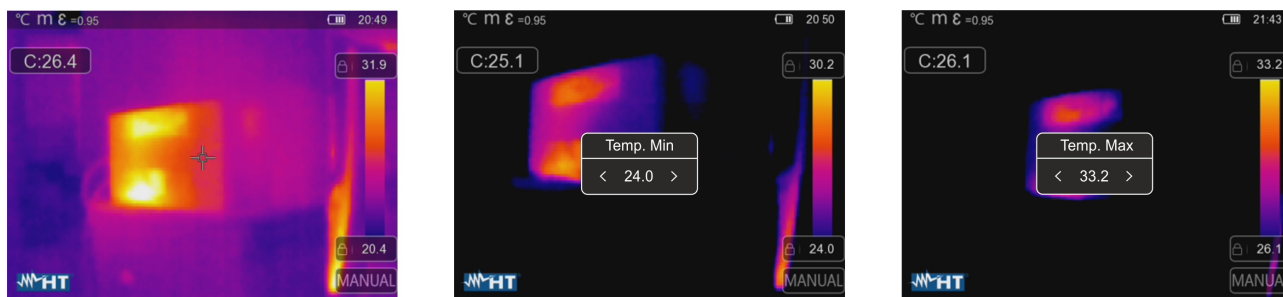

Fig. 45: Impostazione modo Manuale
3. Toccare l'icona "🔒" nella parte inferiore della barra e usare i tasti freccia < o > per impostare il valore della temperatura minima associata a livello basso della barra in passi di 0.1°C (vedere Fig. 45 – parte centrale)
5. Toccare l'icona "🔒" nella parte superiore della barra e usare i tasti freccia < o > per impostare il valore della temperatura massima associata a livello alto della barra in passi di 0.1°C (vedere Fig. 45 – parte destra)